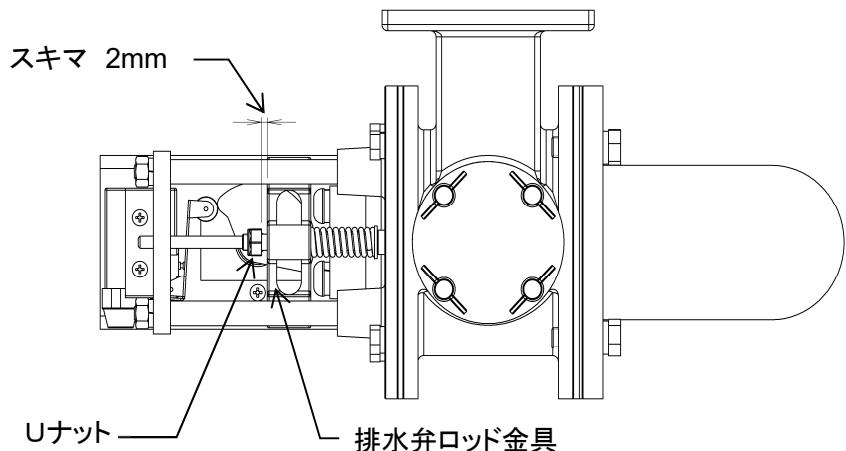

図 8-16
- ・排水弁の押し代調整をおこないます。(図8-16)
- ・⑯排水弁ロッド金具と⑯Uナットとのスキマが2mmになるようにナットを調整します。